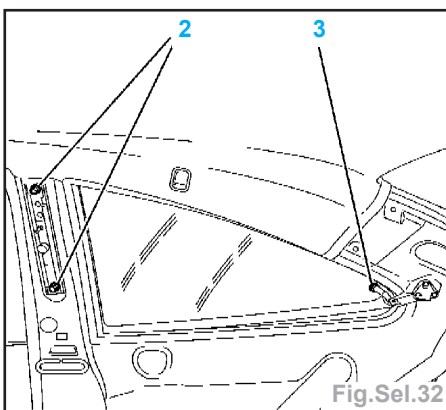

Fig.Sel.32
- Déposer les fixations (2 et 3) (Fig.Sel.32).